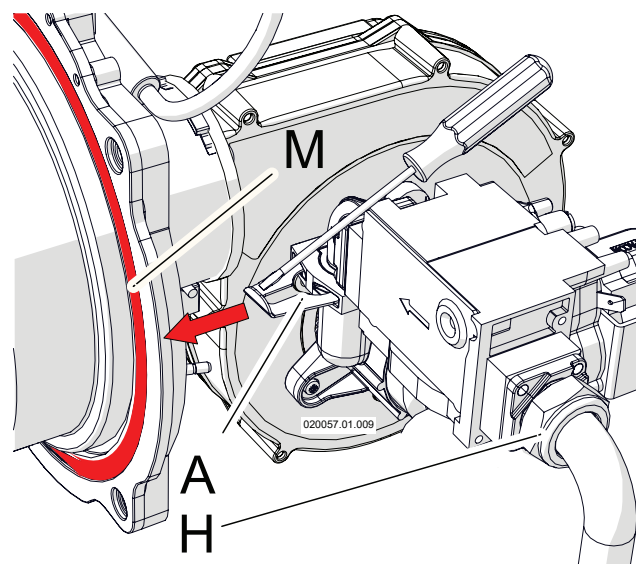
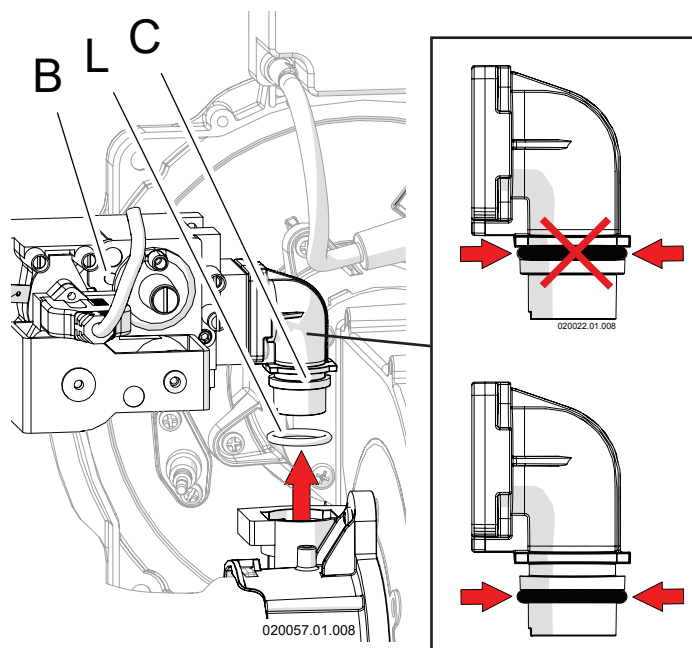

Figura 13-4
Figura 13-5
- 7.-svitare il raccordo "H" di Figura 13-4;
- 8.-con l'aiuto di un cacciavite rimuovere la forcella "A" di Figura 13-4;
- 10.-rimuovere la valvola gas con il raccordo "C" come in Figura 13-5 (facendo attenzione all'OR "L" di Figura 13-5);
- 1.-sostituire la guarnizione "M" Figura 13-4 avendo cura di pulire accuratamente la sede per la stessa e la relativa base d'appoggio;
- 2.-controllare lo stato della guarnizione del raccordo "H" di Figura 13-4 e dell'OR "L" di Figura 13-5. Se sono rovinati occorre sostituirli;
- 4.-una volta reinstallato il tutto, aprire l'alimentazione del gas e fare una prova di tenuta sul raccordo "H" di Figura 13-4.